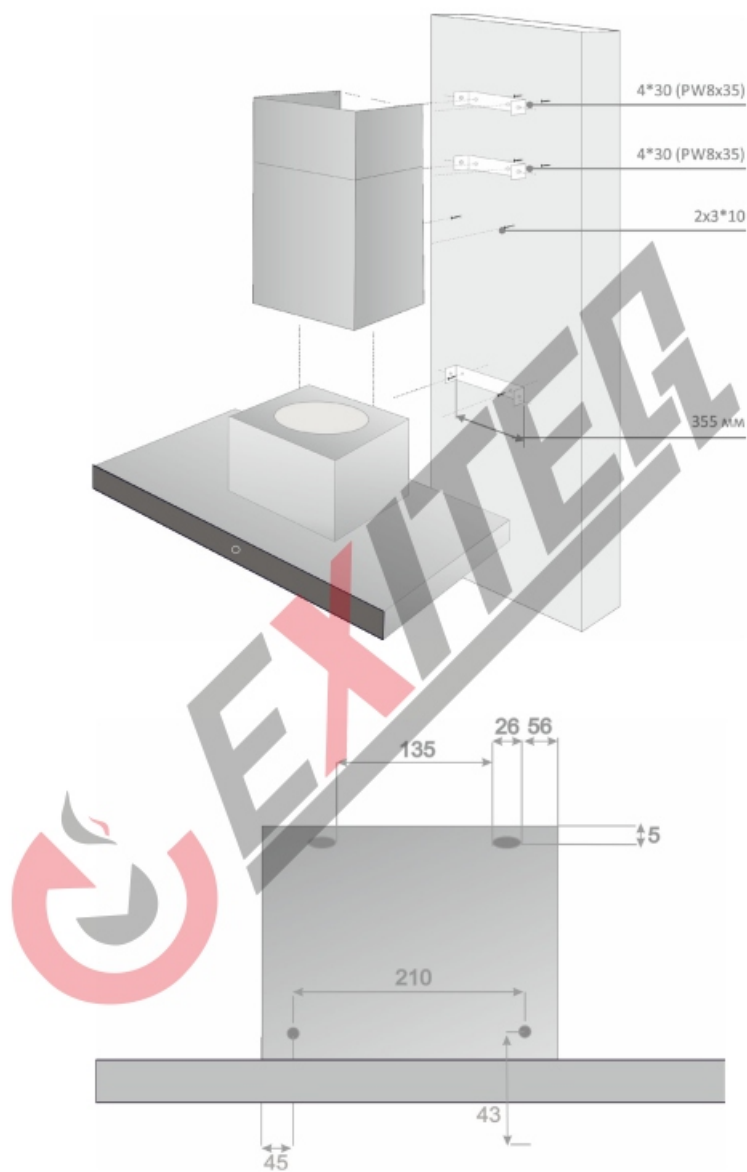

Рис. 8 Схема монтажа вытяжки
При навешивании вытяжки, перед установкой необходимо дополнительно 4 отверстия диаметром 8 мм, чтобы закрепить кронштейн болтами и дюбелями, идущими в комплекте. (Рис. 8)
2. Просверлите отверстия по отметкам (8*40 мм). Вставьте дюбеля. Покрасьте изделия и зафиксируйте саморезами (4*30 мм). (Рис.8)